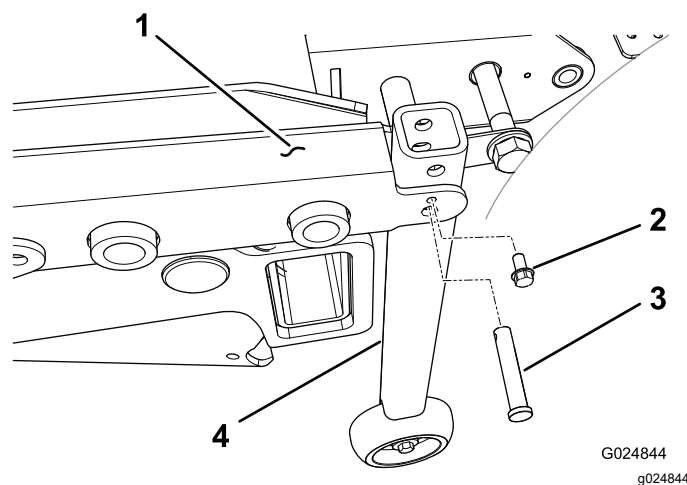

Figure 47
2. Pour les machines dont le numéro de série est antérieur à 312999999, fixez le support de tube vertical à chaque coin arrière du cadre du tablier à l'aide d'un axe de chape et d'une vis autotaraudeuse ($\frac{1}{4}$ po) (Figure 47)